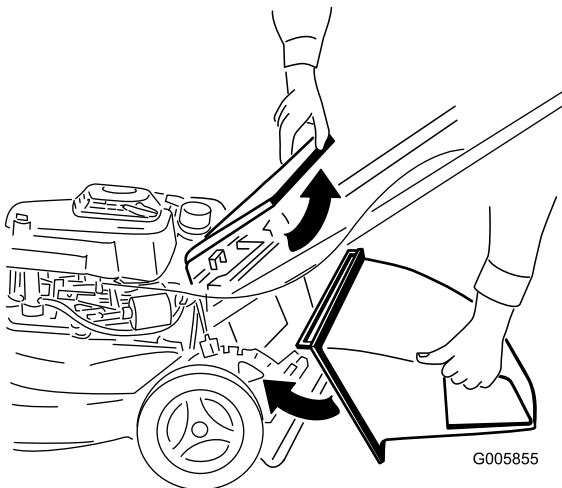

Figura 1
2. Alzate lo sportello posteriore e tenetelo alzato (Figura 1).
3. Montate il condotto di scarico laterale (Figura 1).